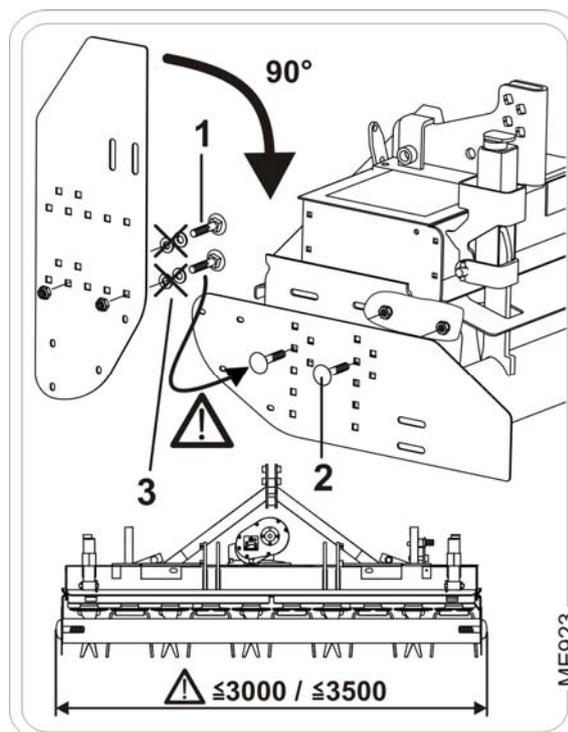

Fig. 78
1. Desserrer les vis à tête plate (Fig. 78/1).
3. Insérer les vis à tête plate (Fig. 78/2) par l'extérieur dans le déflecteur latéral et visser le déflecteur latéral.
Ne pas utiliser les rondelles (Fig. 78/3).